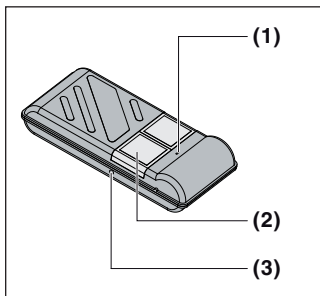

Fig. 1
4.2 Utiliser l'émetteur (fig. 1)
- ▶ Appuyer sur la touche (2) de l'émetteur. La fonction liée à cette touche (par exemple ouverture/fermeture de la porte) va s'exécuter.
2 Beschrijving van het toestel (fig.1)
4.2 De handzender gebruiken (fig. 1)
- ▶ Toets (2) van de handzender indrukken. De met de toets verbonden functie (bijv. deur open/dicht) wordt uitgevoerd.
- Functie 1:** Toets (1) indrukken
- Functie 2:** Toets (2) indrukken
- Functie 3:** Toets (1) en toets (2) gelijktijdig indrukken
2 Descripción del aparato (fig. 1)
4.2 Emplear el emisor manual (fig. 1)
- ▶ Presionar el pulsador (2) del emisor manual. La función ligada al pulsador (p. ej., abrir/cerrar puerta) se lleva a cabo.